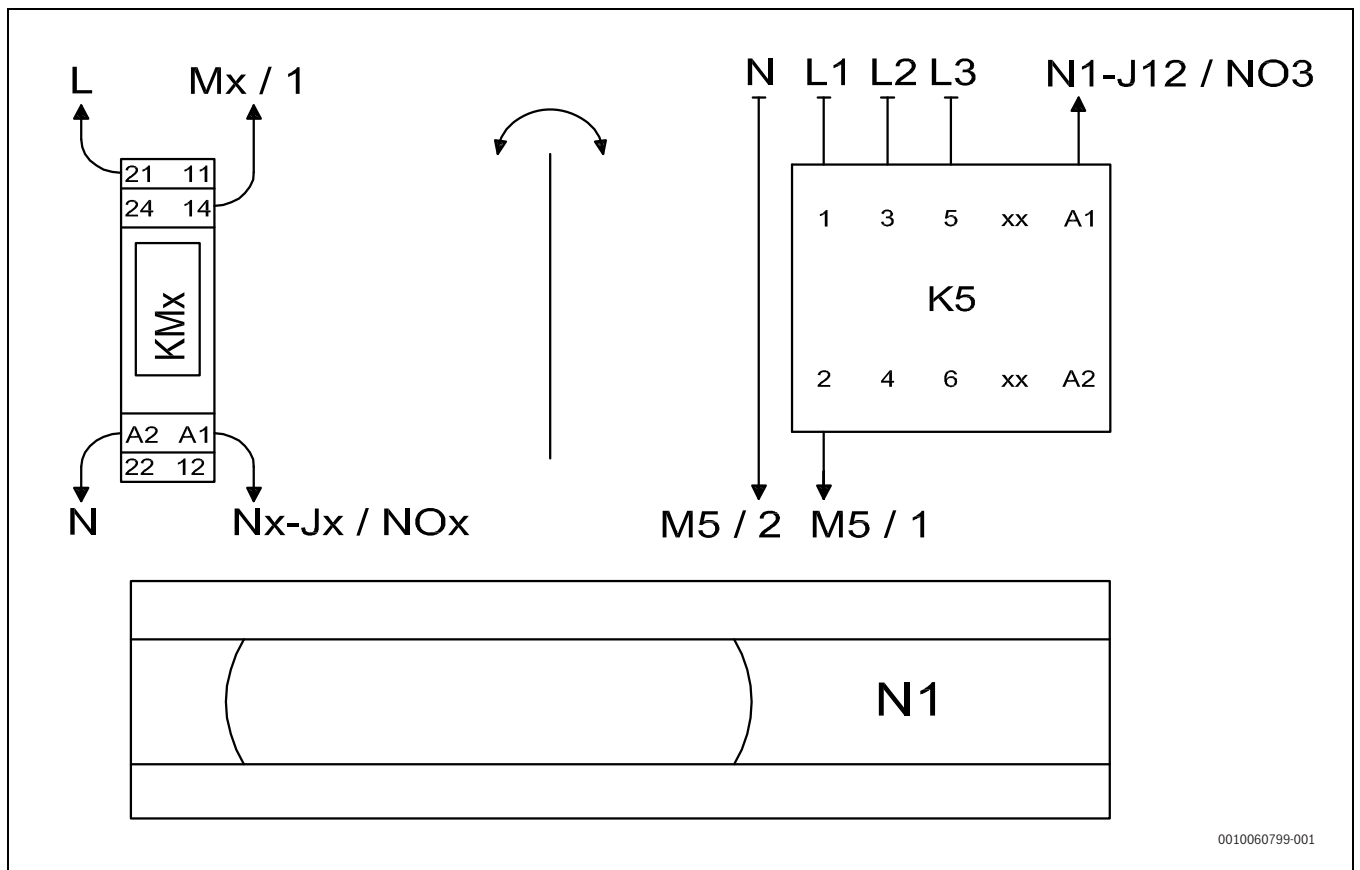

Bild 9
- Anschlussschema (siehe Abb. 9 auf S. → 13).